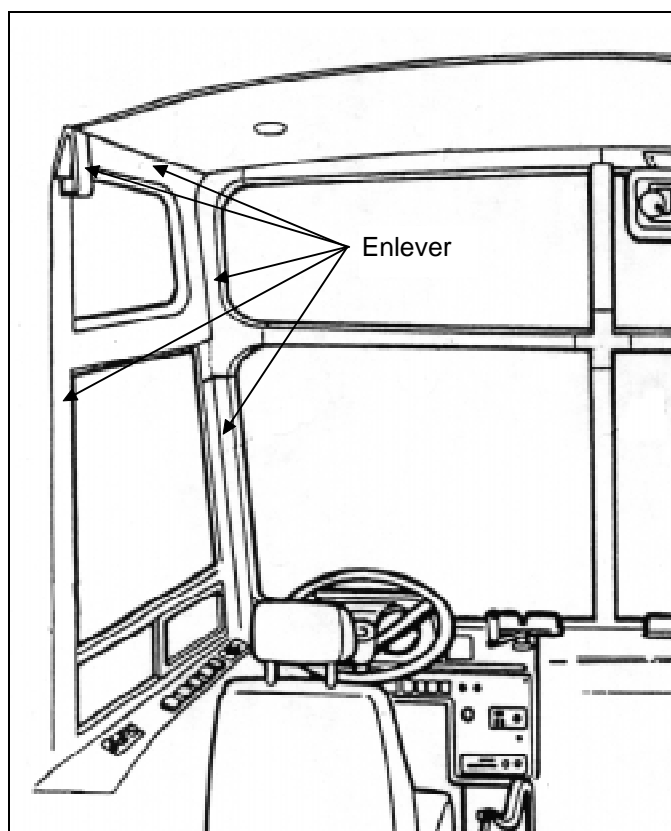

FIGURE 4
2. Enlever les pièces de finitions autour des fenêtres latérales du conducteur (Fig. 4.)